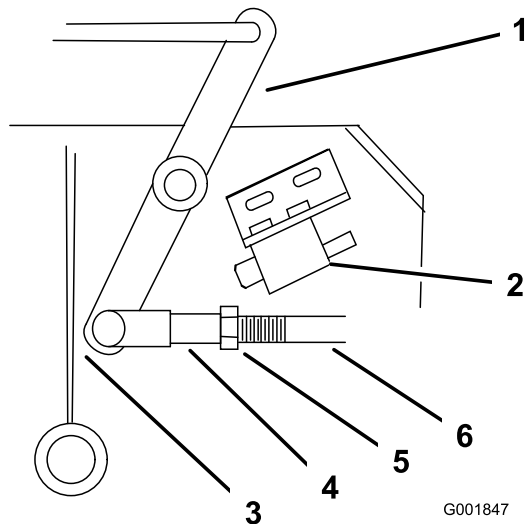

Figura 47
4. Regolate la lunghezza della tiranteria fino a portarla al punto in cui la leva a squadra di discosta dal raccordo del supporto dell'asse (Figura 47).
8. Per regolare il tirante del braccio di assistenza, staccate la coppiglia dal braccio di assistenza (Figura 47).
9. Allentate il dado contro la forcella (Figura 47).